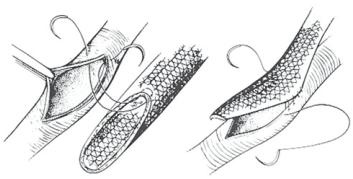

Fig. 5
2. El polipropileno en monofilamentos es el material de sutura que se prefiere. Durante la sutura, dé la vuelta a los bordes de la prótesis y cerciórese de que todo el grosor de la pared y el orificio de la malla queden incorporados en cada punto. Fig. 5. Se aconseja que al suturar se utilicen solamente agujas que no sean cortantes.